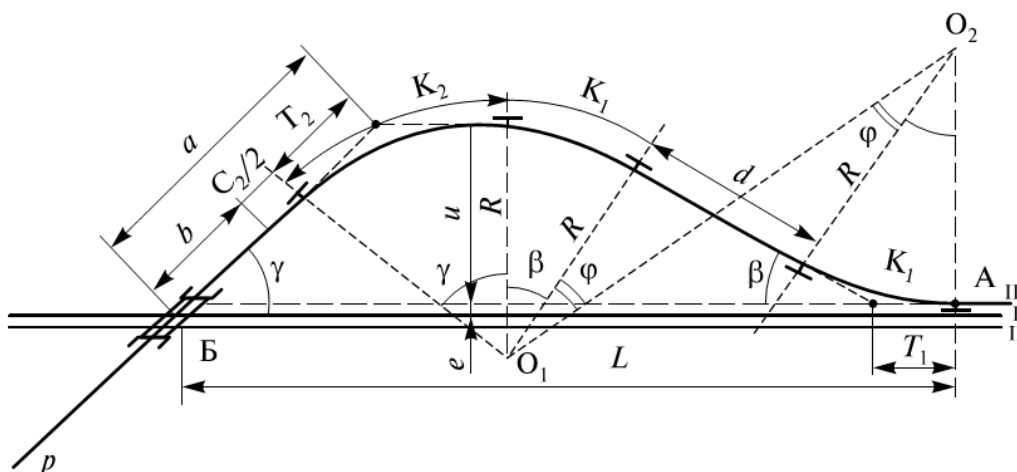

Рис. 21.1. План путепроводной развязки
**Задача 21.** Определить длину тангенсов  $T_1$ ,  $T_2$ , если радиус кривых  $R_1 = R_2 = 1400$  м, длина переходных кривых  $C_1 = C_2 = 100$  м (рис. 21.1), углы  $\varphi = 16^\circ$   $\gamma = 24^\circ$ .